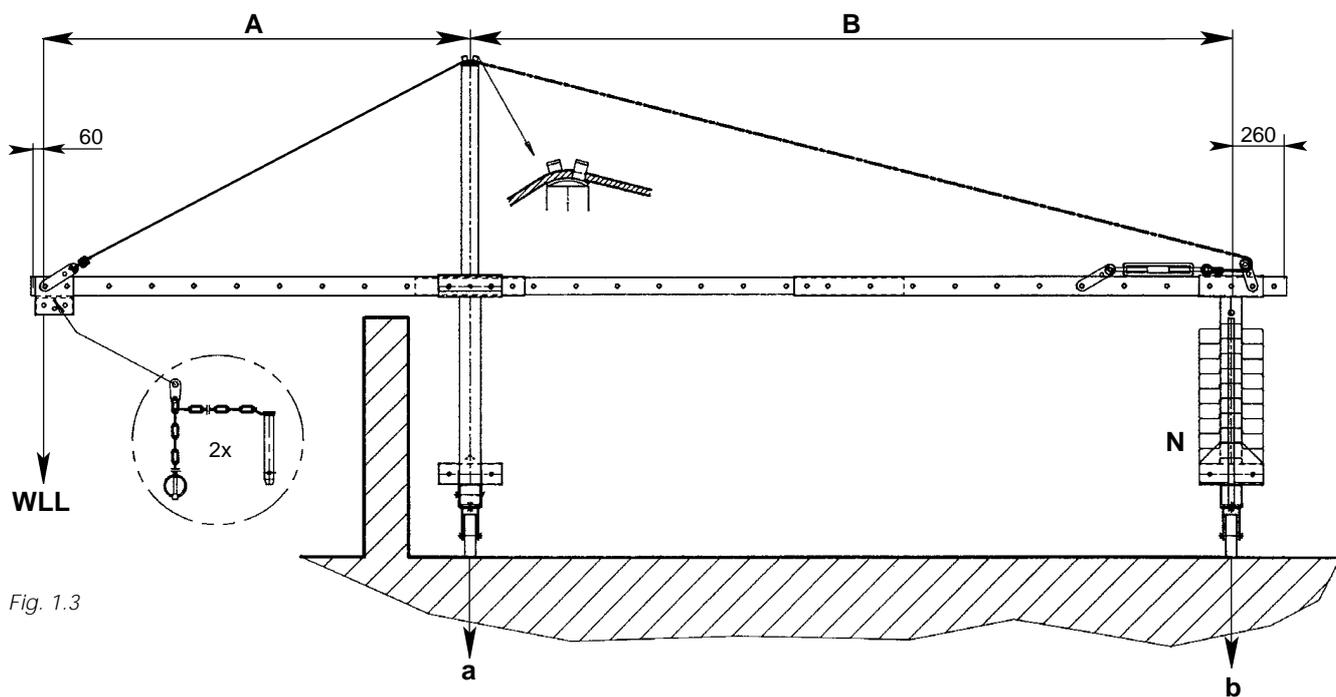
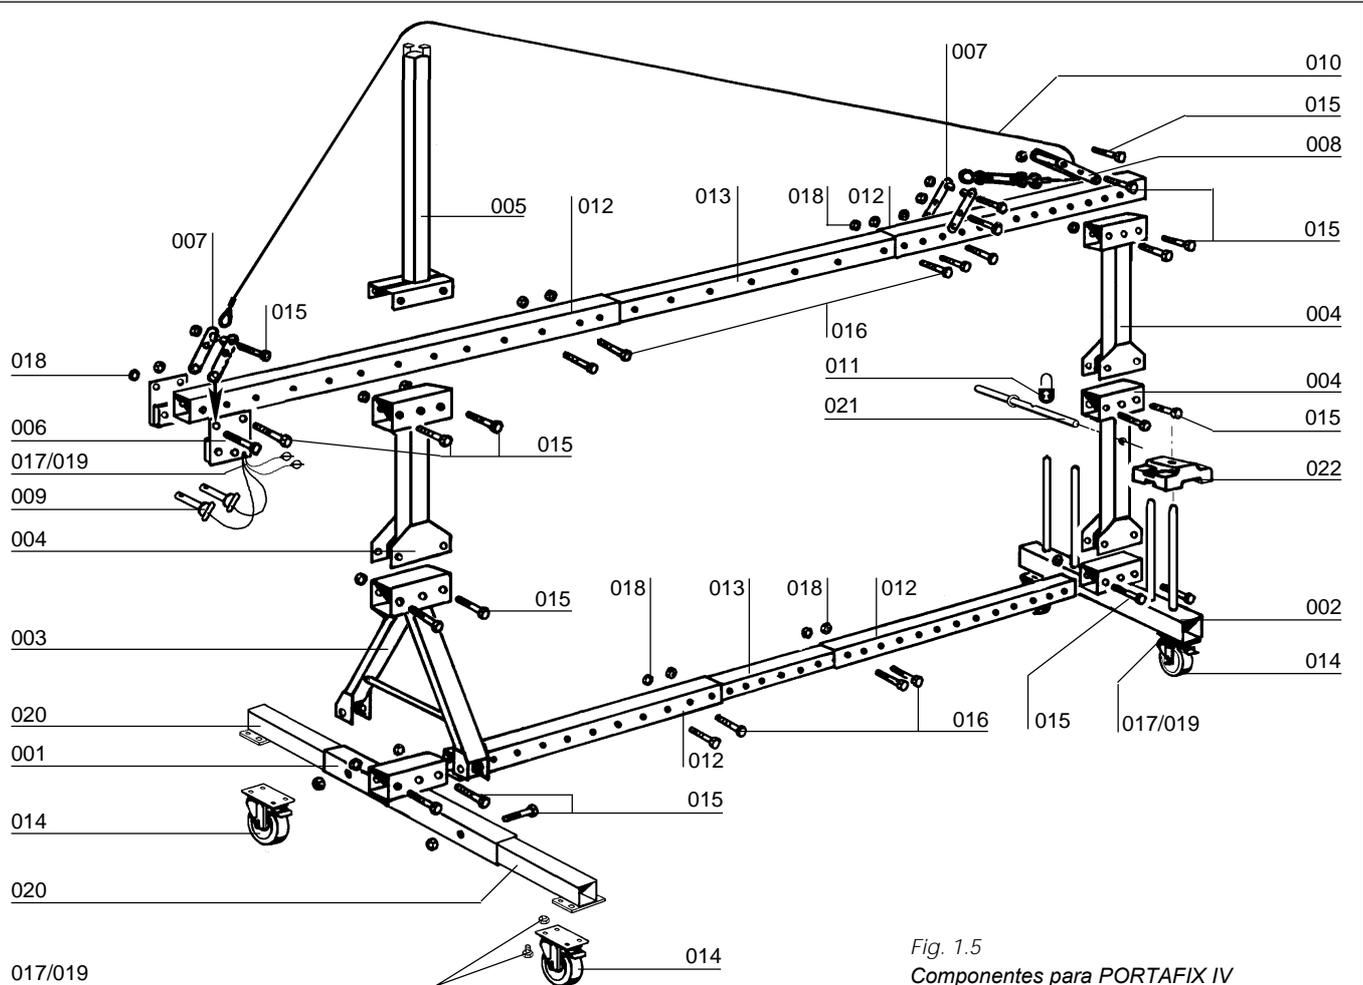

Fig. 1.3
Fig. 1.5
**Para a montagem siga as instruções abaixo (ver Fig. 1.5):**
- Colocar o cavalete de ajuste de altura frontal (003) no *boogie* frontal (001) e fixar.
- Colocar a torre de ajuste de altura traseiro (004) no *boogie* de contrapesos traseiro (002), e fixar.
- Encaixar um tubo de suspensão (012) no guia do *boogie* frontal. Permitir que se projecte alguns cm. Completar o braço telescópico colocando o tubo intermédio de suspensão (015) e outro tubo final (012) o qual será encaixado no *boogie* traseiro (002).
- Fixar os dois cabeçotes (006) na frente do tubo frontal (e final) de suspensão (012).
- Estabelecer a lança (A) e apertar os parafusos (015).
- Determinar o comprimento (B). É melhor que a suspensão telescópica tenha o maior comprimento possível, que o espaço permita, para reduzir o número de contrapesos necessários. Em caso algum o comprimento total da suspensão pode exceder 5,92m.
- Quando a distância (A) e o comprimento (B) estiverem estabelecidos (Fig. 1.3) coloca-se a torre de reforço (005) e aparafusa-se sobre o cavalete de ajuste de altura frontal (003).
- Os 2x2 suportes de fixação (007) são fixos nas extremidades dos cabos de reforço (010). A extremidade do cabo é então fixa no tubo da suspensão e num ponto tão exterior quanto possível.
- Passar o cabo de reforço (010) sobre a torre de reforço (005). O cabo é colocado em posição por 2 guias soldadas à torre de reforço (005) e pelo suporte de viragem (008), este último é aparafusado no conjunto telescópico traseiro, sobre a torre de ajuste de altura traseira (004). A extremidade do cabo de reforço é fixa no suporte de fixação traseiro (007). O cabo de reforço é tensionado manualmente e depois o suporte de fixação é aparafusado à suspensão telescópica.
- Bloquear as rodas pivotantes com travão (014).
- Colocar os contrapesos (022) repartidos pelas 4 bases de contrapesos do *boogie* traseiro (002). **Um tubo de prisão de contrapesos (021) e um cadeado (011) devem ser colocados na torre de ajuste de altura traseira** para prevenir que os contrapesos não sejam retirados por pessoas não autorizadas.